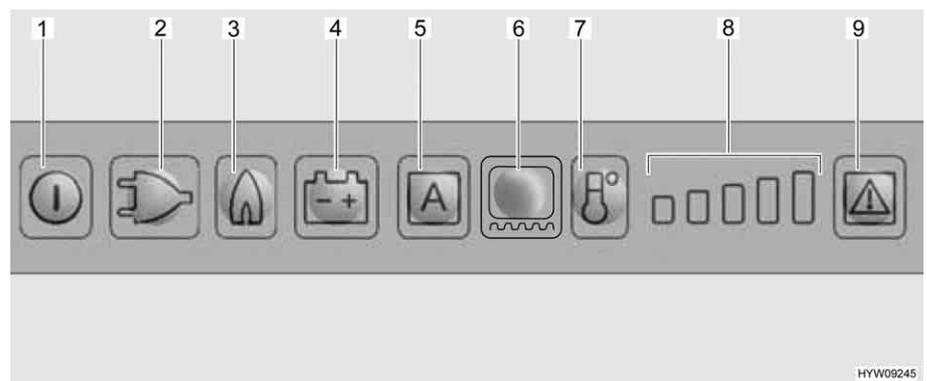

Fig. 173 Quadro comandi LED (frigorifero Dometic)
Selezionando il funzionamento a gas, il dispositivo di sicurezza si apre automaticamente, così che il gas possa fluire al bruciatore. Contemporaneamente si inserisce l'accenditore elettronico. Se la fiamma del gas si spegne, ad es. a causa di un colpo di vento, l'accenditore viene subito azionato riaccendendo il gas. In caso di guasto del funzionamento a gas, i tasti luminosi relativi a gas (Fig. 173,3) e guasto (Fig. 173,9) lampeggiano e viene emesso un segnale acustico per 20 secondi.
■ Premere il tasto On/Off (Fig. 173,1) per circa 2 secondi. Il frigorifero si accende e viene visualizzato l'ultimo modalità di funzionamento selezionata.
■ Premere il tasto luminoso per il tipo di funzionamento desiderato (Fig. 173,2 - 4) o la modalità automatica "AES" (Fig. 173,5) (solo per versione AES).
- Regolare la temperatura di refrigerazione con il tasto di del livello di refrigerazione (Fig. 173,7). L'indicazione del livello di refrigerazione (Fig. 173,8) mostra la regolazione sul termostato.
- Premere il tasto On/Off (Fig. 173,1) per circa 2 secondi.
Dopo l'accensione il frigorifero seleziona automaticamente la regolazione intermedia del termostato. Questa regolazione può essere modificata manualmente tramite il tasto del livello di refrigerazione (Fig. 173,7). Ci vogliono alcune ore prima che il frigorifero raggiunga la temperatura normale di esercizio. Quando si commuta a un'altra modalità di funzionamento, la regolazione sul termostato viene mantenuta.
- Accendere il riscaldamento del telaio per 2 ore: Premere una volta il tasto luminoso per il riscaldamento del telaio (Fig. 173,6). Sull'indicazione del livello di refrigerazione (Fig. 173,8) si accende una barra.
- Accendere il riscaldamento del telaio per 5 ore: Premere due volte il tasto luminoso per il riscaldamento del telaio (Fig. 173,6). Sull'indicazione del livello di refrigerazione (Fig. 173,8) si accendono due barre.
- Regolazione del riscaldamento del telaio ad esercizio continuo: Premere tre volte il tasto luminoso per il riscaldamento del telaio (Fig. 173,6). Sull'indicazione del livello di refrigerazione (Fig. 173,8) si accendono tre barre.
L'indicazione del livello di refrigerazione (Fig. 173,8) indica per alcuni secondi la durata di esercizio del riscaldamento del telaio.
In caso di guasto, il tasto luminoso Guasto (Fig. 173,9) lampeggia. Lampeggia inoltre uno dei tasti luminosi della modalità di funzionamento o l'indicazione del livello di refrigerazione. Viene emesso anche un segnale acustico. Per le note sulla visualizzazione degli errori e la loro eliminazione, vedi capitolo 14.
- ▷ Dopo aver eliminato un guasto del funzionamento a gas, premere il tasto luminoso Reset (Fig. 173,9).